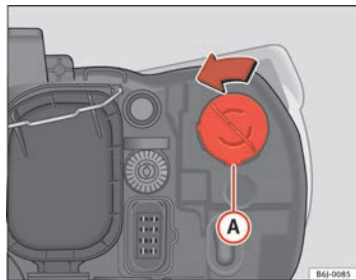

Abb. 136 Blinklicht
- Den Lampenträger ⇒ Abb. 136 A nach links drehen und ziehen.